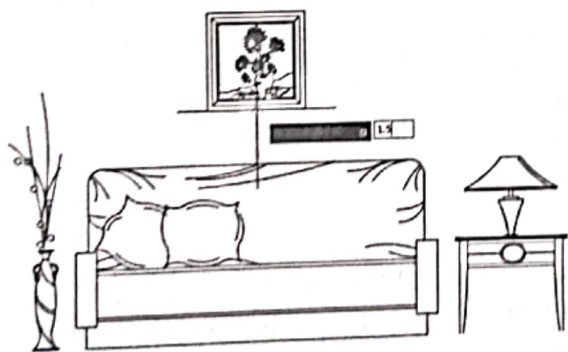

图 5-11 输入缩放比例
► **Step03** 选择并单击后，根据动态提示输入缩放比例，这里输入 1.5，如图 5-11 所示。